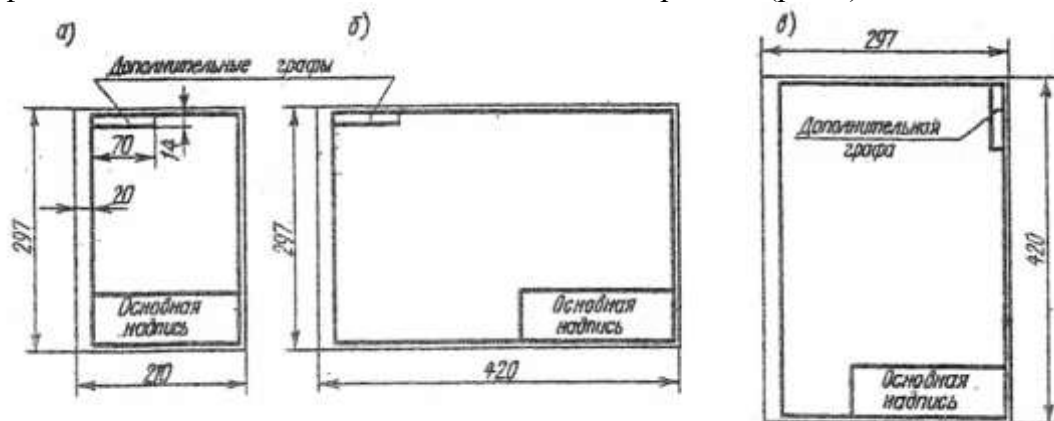
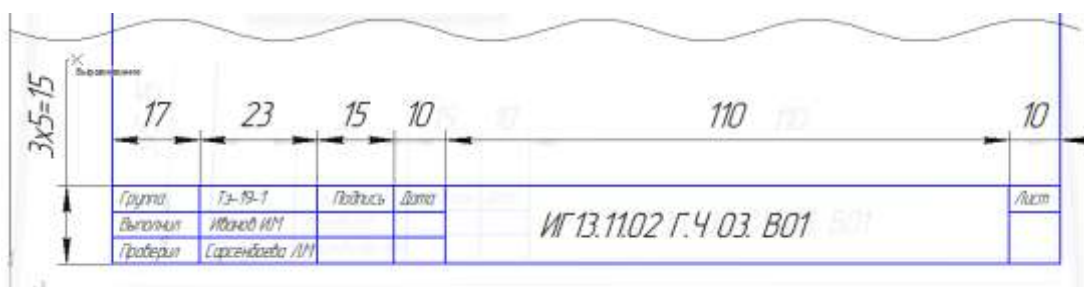

Рис.1 Расположение основной надписи на листе
Рис.2 Пример выполнения основной надписи формы 1, 2а
Чертеж оформляется рамкой, которую проводят сплошной основной линией от верхней, правой и нижней сторон внешней рамки на 5мм и на 20мм от левой для подшивки листа. В правом нижнем углу формата помещают основную надпись чертежа (угловой штамп) Рис.1. Форма, содержание и размер графической основной надписи для технических чертежей (рис.2)
- 2.Соблюдая размеры основной надписи (рис.2) вычертите контуры сплошной тонкой линией;
2. Выполнить надписи буквами и цифрами чертежного шрифта размера 14; 10; 7; 5; 3,5 (рис.2), табл.2 и 3;